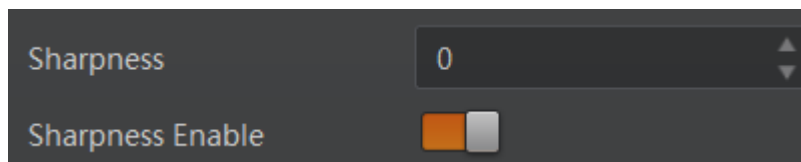

图7-38 锐度设置
2. 在 *Sharpness* 参数中输入需要设置的数值，参数范围为 0~100，如图 7-38 所示。